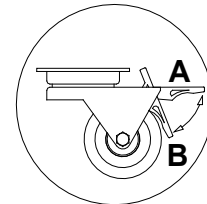

Рис.6 Колесный, передвижной комплект
- Витрину установить на ровном и достаточно твердом основании, а затем выровнять при помощи ножек. В случае передвижных бемаров следует применять блокаду колес с целью предотвращения бемара во время его эксплуатации Рис.6 (стр.24).